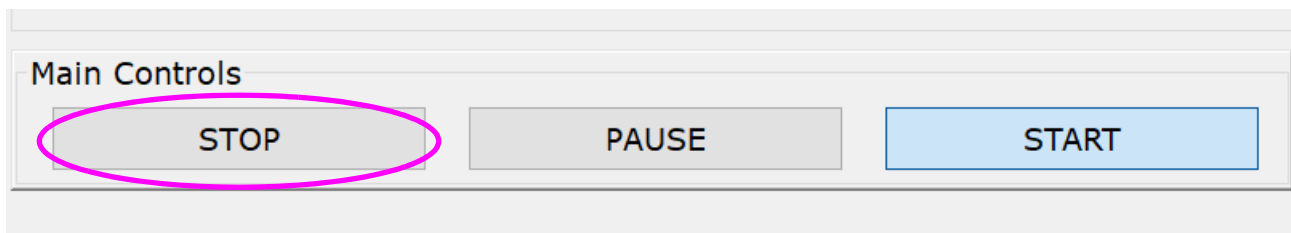

図 4-41: OPEX ホスト実行画面 – STOP（停止）ボタン
1. 終了したら、OPEXホスト画面でSTOP（停止）をクリックします（150ページの図4-41を参照）。これにより、コンベヤが停止され、iBOTがホームになります。